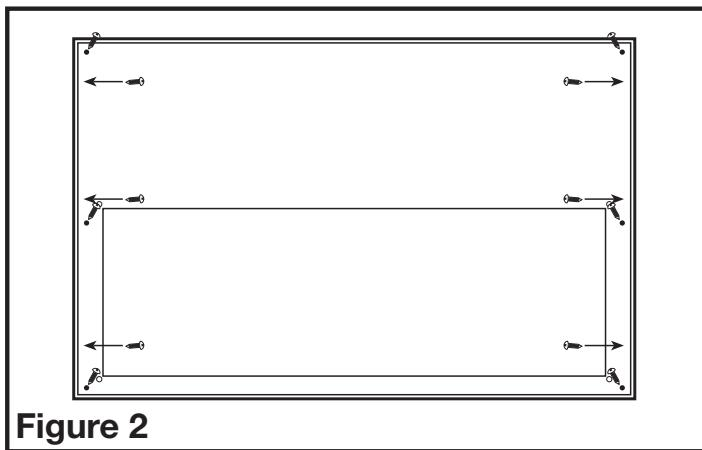

Figure 2
- Fixez la bande au châssis de l'armoire ou au couvercle personnalisé à l'aide des 3 vis de chaque bout de la bande et de 3 vis de chaque côté du haut de la bande (**Figure 2**).